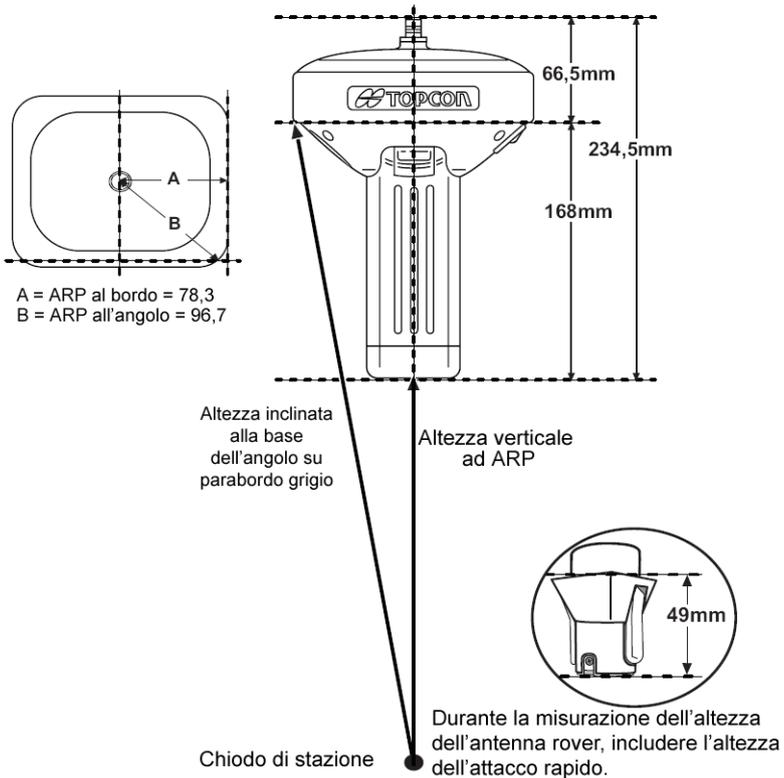

Figura 4-3. Misurazioni dell'offset dell'antenna
1. Misurare l'altezza dell'antenna sopra il punto di controllo o sul chiodo, indipendentemente dal fatto che si tratti di altezza inclinata o verticale (Figura 4-3).